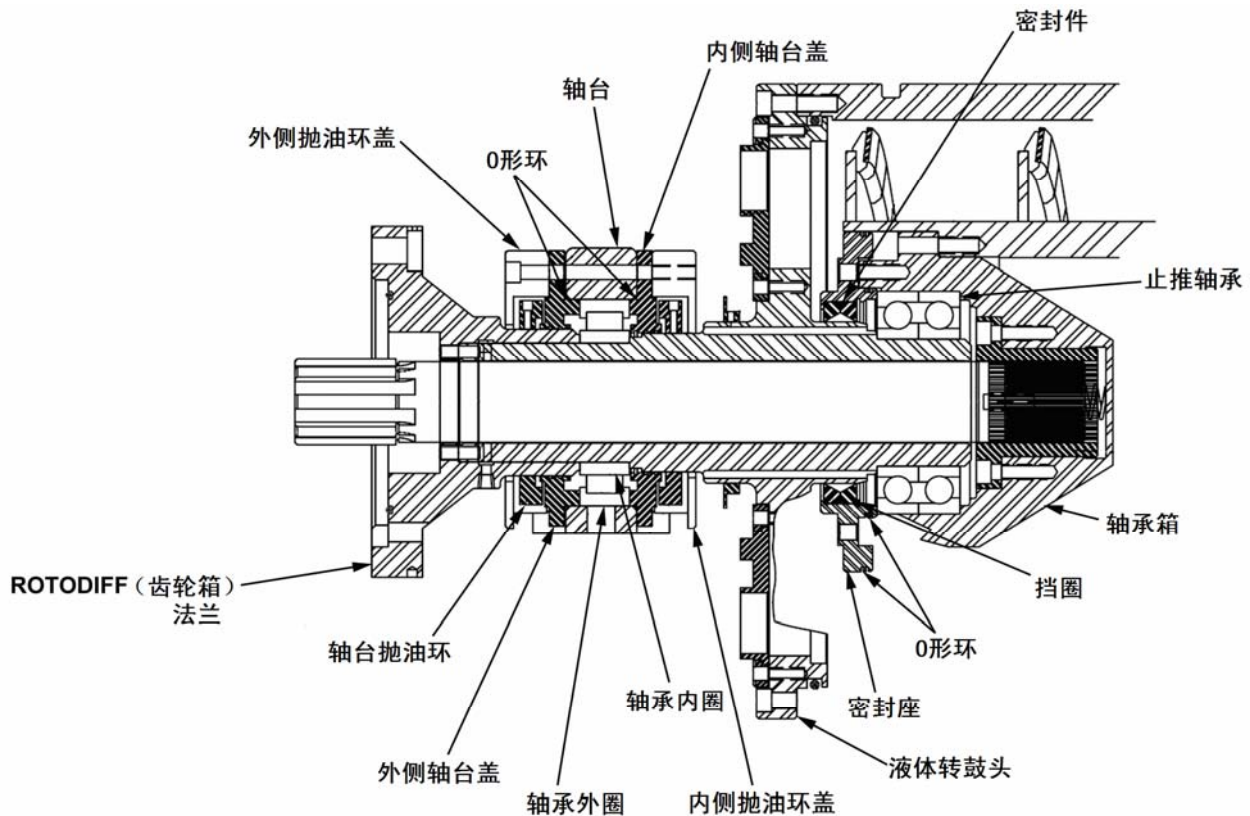

图 5-12：液体端的横截面
16. 拆除固定内侧轴台盖与轴台的平头螺钉，将轴台（见图 5-12）、轴承外圈和轴辊滑出液体转鼓头。
- a. 拆下连接轴承箱的液体端密封座上的螺钉（见图 5-12）并拆下密封座。拆除并丢弃密封座外部刻槽中的 O 形环。
- a. 将新的密封件插入液体端的密封座（见图 5-12），与挡圈牢固连接，在密封座外部刻槽上安装新的 O 形环。